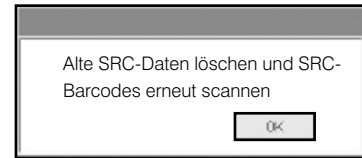

Abbildung D-1: Meldung: Löschen und erneutes Scannen der Standardreferenzkassette
11. Nach der Hämoglobin-Kalibrierung erscheint die Meldung „Alte SRC-Daten löschen und SRC-Barcodes erneut scannen.“ Tippen Sie auf **OK**, um die aktuellen Daten der Standardreferenzkassette für jedes Level zu löschen (Abbildung D-1).